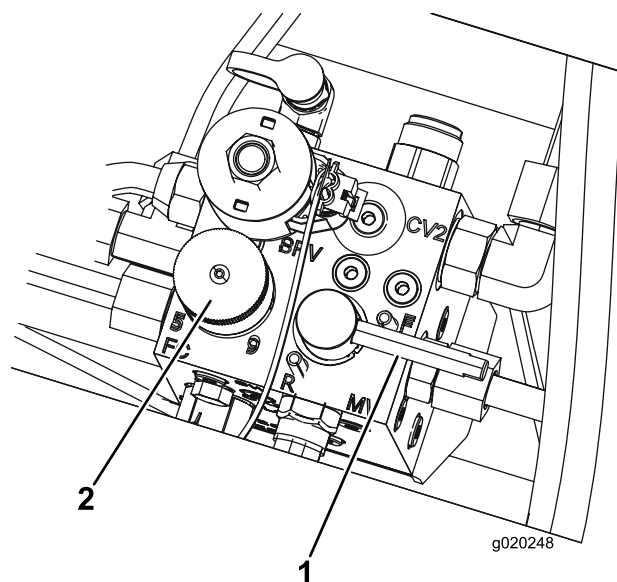

図 99
5. リール速度コントロールノブを 1 にセットする **図 99**。
6. バックラップレバーを R 逆転位置にセットする **図 99**。